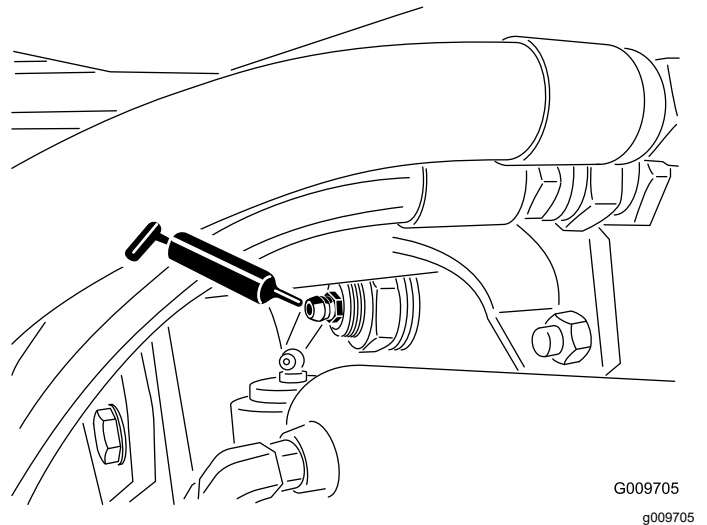

Figura 37
- Boccole orientabili dell'assale posteriore (2) come illustrato nella Figura 37